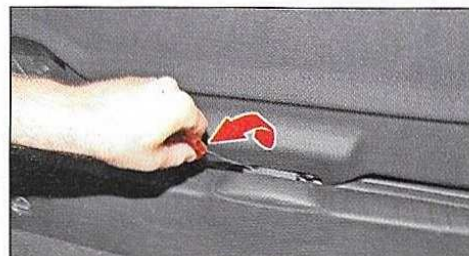

FIG.3
- A l'aide d'un tournevis, introduit dans l'orifice de la serrure, déverrouiller celle-ci (Fig.3).